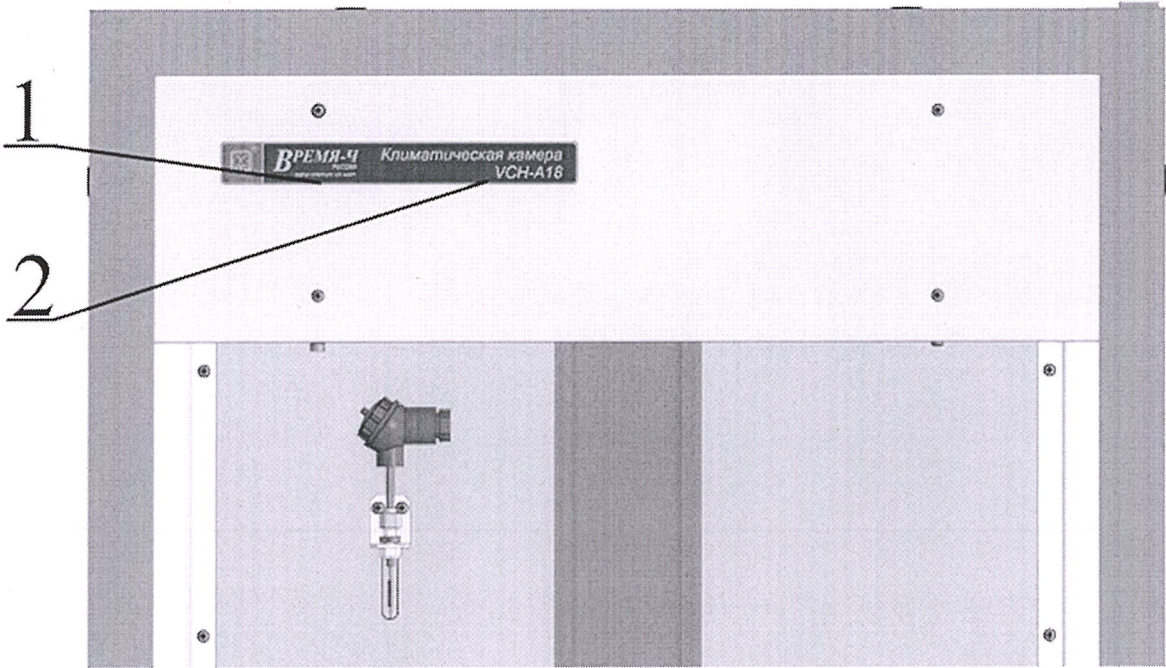
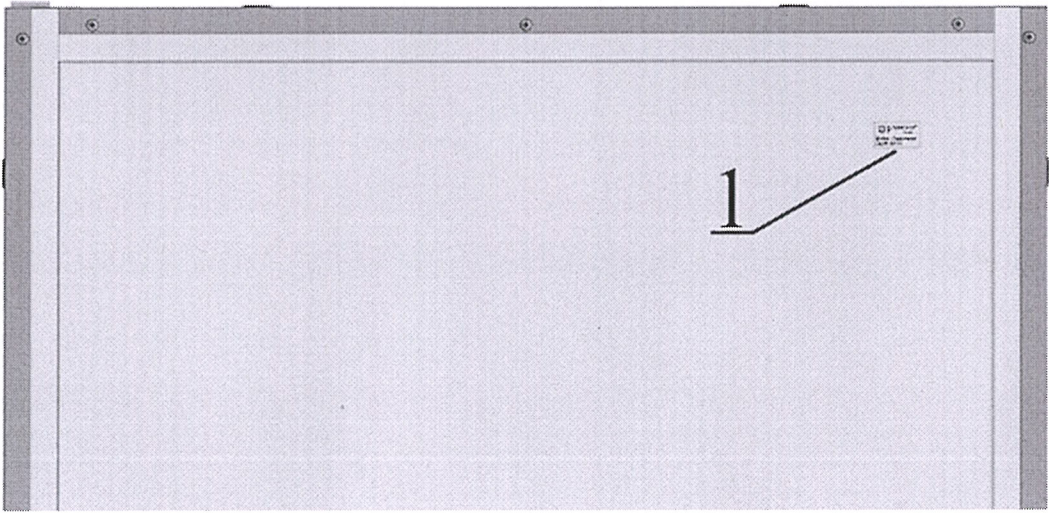

Рисунок 16 — Маркирование изделия
Рисунок 17 — Заводской номер изделия и год изготовления
12.1 Товарный знак организации-изготовителя (1), наименование и обозначение модели (2) нанесены на дверь изделия (рисунок 16). Заводской номер и год изготовления (1) нанесены на задней панели изделия (рисунок 17).